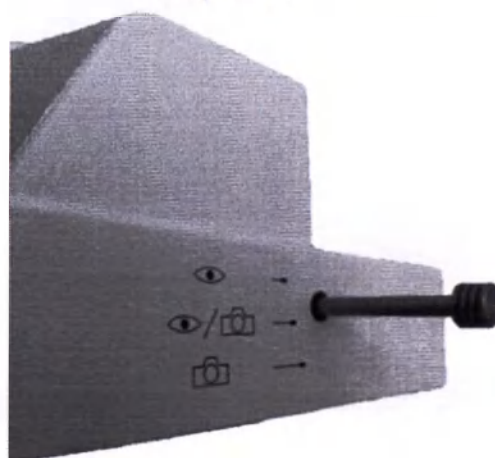

Рисунок 34 - Правая ручка светоделителя: 30% света поступает в окуляры, 70% - в порт камеры
- 2) 30/70 – деление света: 30% - поступает в окуляры, 70% - в порт камеры (Рисунок 34);